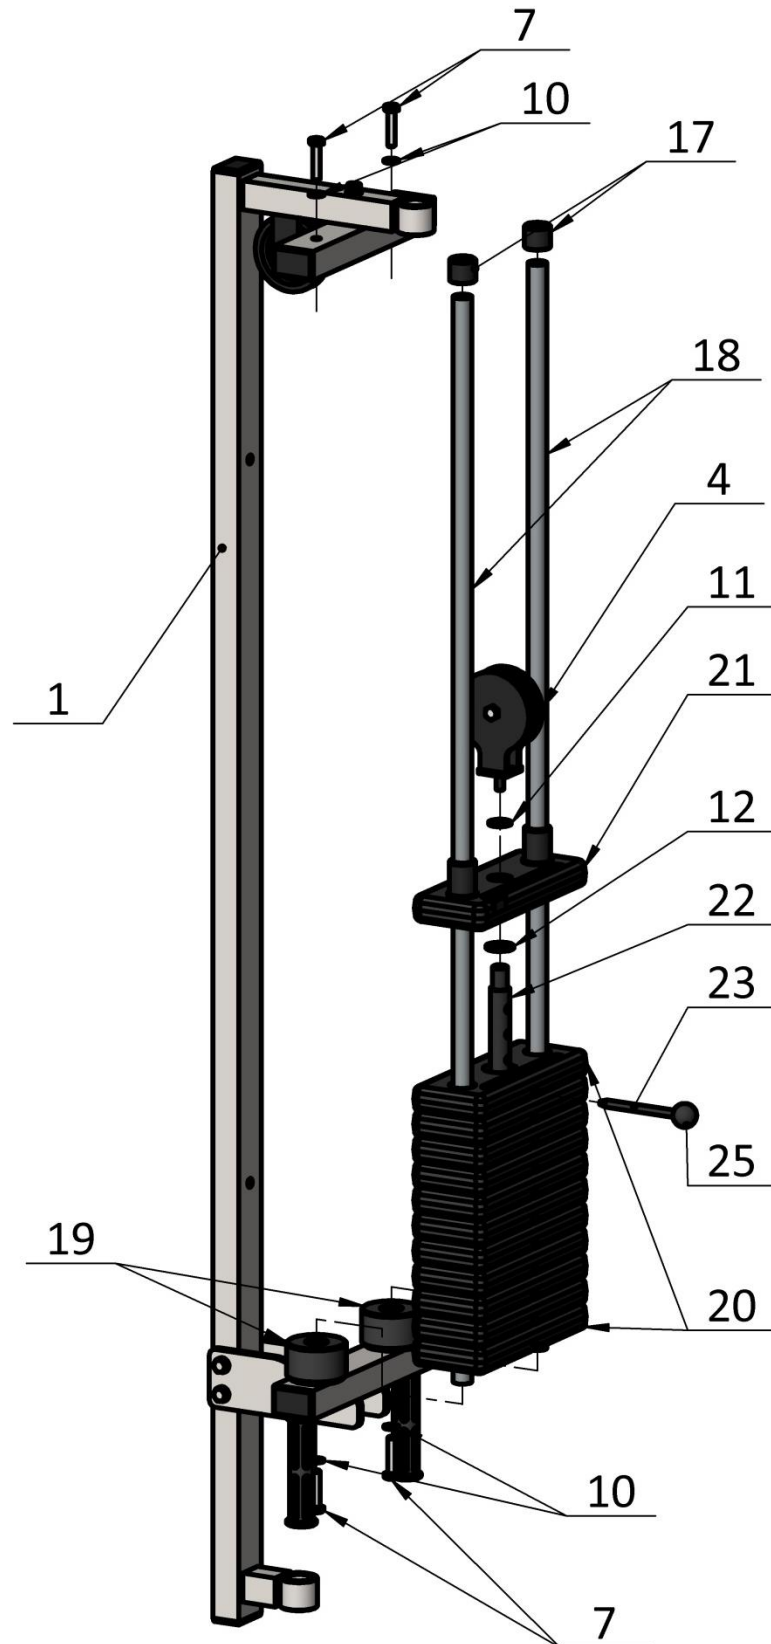

Рис.2
2. К раме грузоблоков (1) прикрутите демпфера (19) комплектом крепежа: болт М10х50 (7), шайба D10 (10); в демпфера (19) вставьте направляющие (18), наклонив направляющие, поочередно наденьте грузоблоки 5 кг – 11 шт. (20); следом наденьте верхний груз (21) предварительно собрав его с флейтой (22) через шайбу D20 (12) и блоком (4) через шайбу D10 усиленную (11); сверху на направляющие (18) наденьте центрирующие втулки (17). Затем через отверстия в раме (1) вкрутите во втулки (17) комплект крепежа: болт М10х50 (7); шайба D10 (10). При помощи иглы флейты (23) с накрученной ручкой (25) установите необходимую Вам нагрузку. (рис.2).